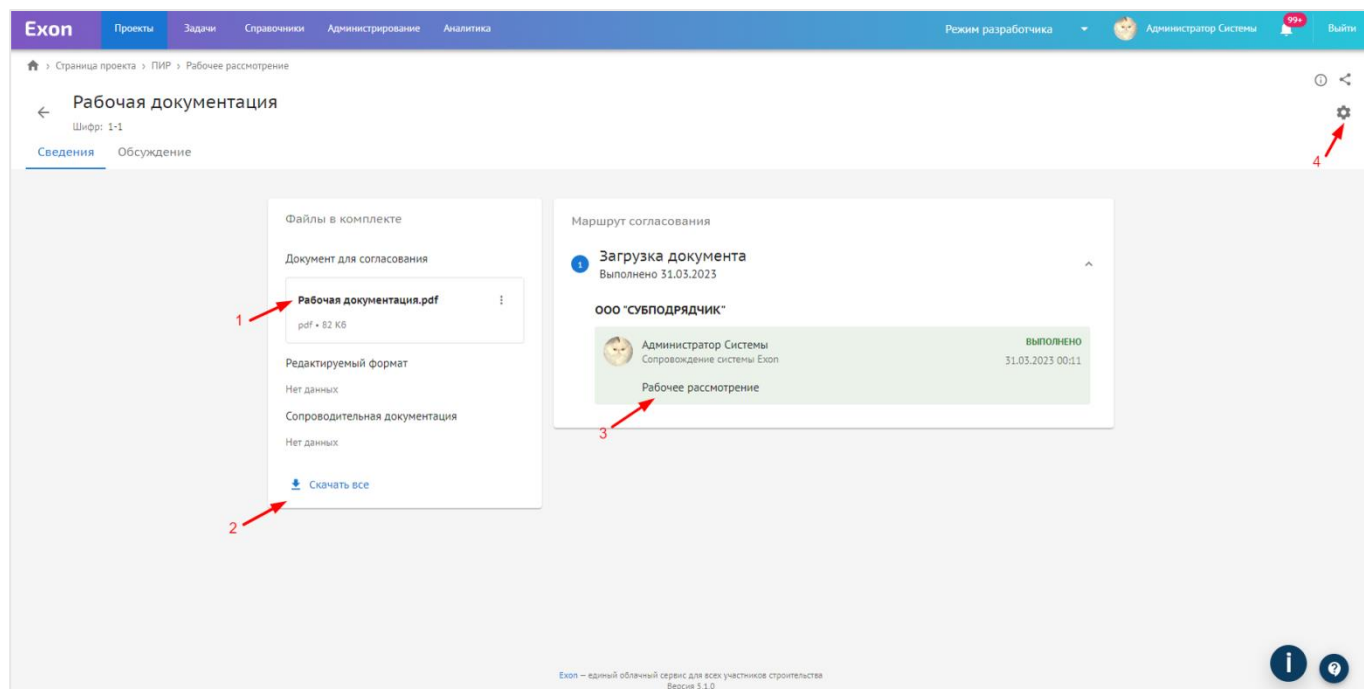

Рис. 106 - Карточка документа
5. В карточке документа две вкладки Сведения и Обсуждение. Во вкладке сведения содержится основная информация о загруженном файле, наименование, шифр, ссылка для перехода к окну просмотра (1), кнопка для скачивания сопроводительной документации (2), факт загрузки документа с оставленным комментарием (3), шестеренка для редактирования информации (4), введенной вручную (рис. 106)